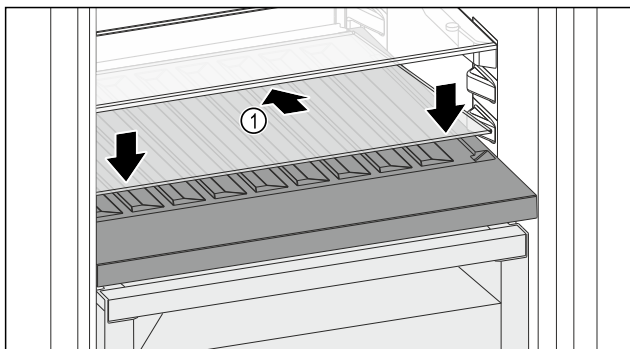

Fig. 109
- Glasplaat Fig. 109 (1) schuin naar achteren en naar beneden plaatsen.
- Glasplaat Fig. 109 (1) aan de voorzijde laten zakken.